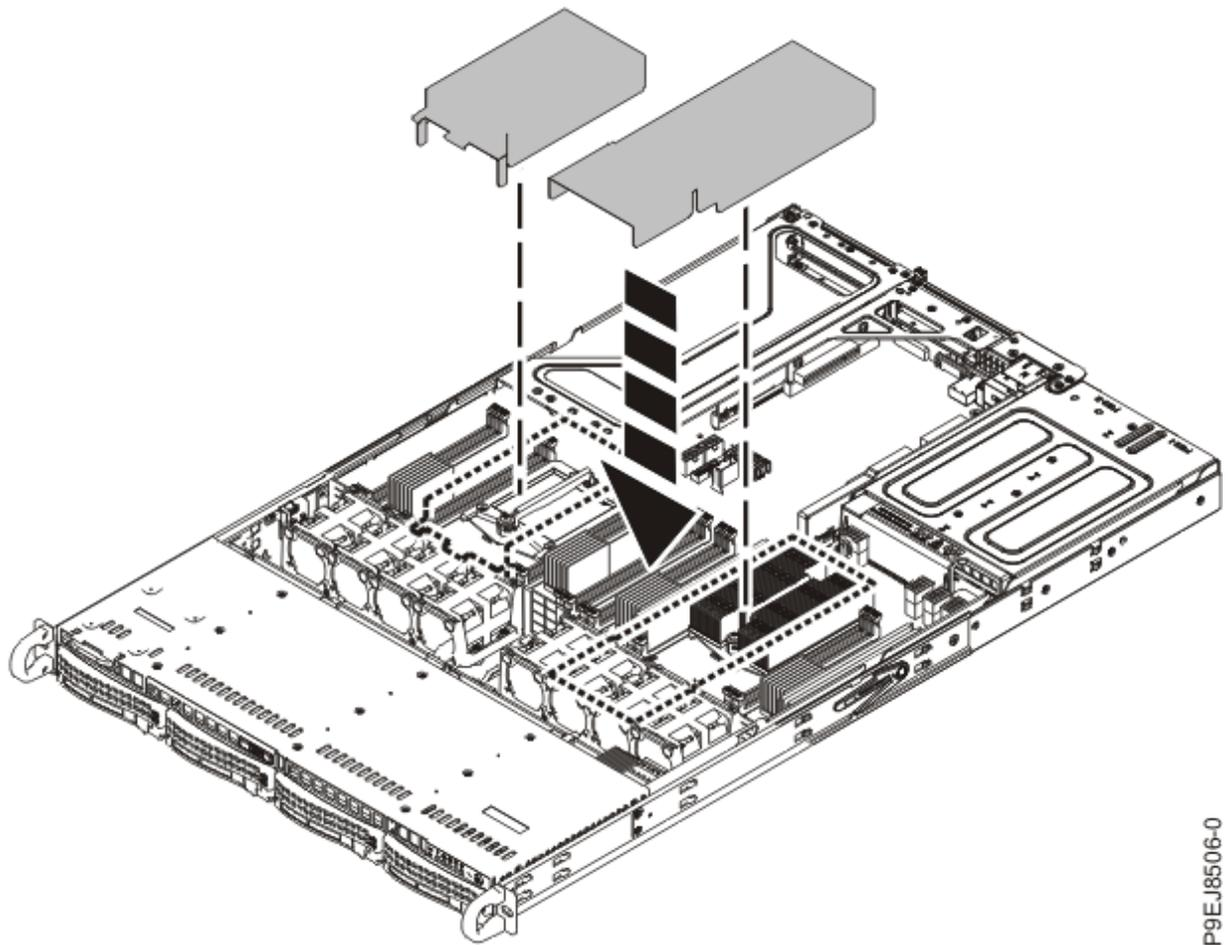

Figura 18. Instalación del deflector de aire del procesador del sistema
5. Instale el deflector de aire del procesador del sistema como se muestra en la Figura 18 en la página 22.